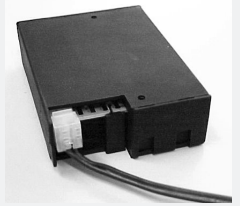

fig. 8
- Schliessen Sie die Kabel an die Konnektoren des Gasregelblocks an. Die Stecker haben verschiedene Masse und korrespondieren mit den Konnektoren des Gasregelblocks (fig. 8).